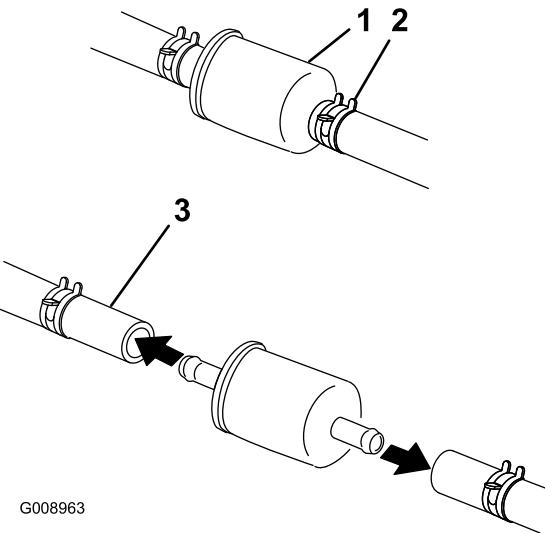

Figura 57
5. Chiudete la valvola di intercettazione del carburante sotto il sedile (Figura 57).
6. Premete le estremità delle fascette stringitubo ed allontanatele dal filtro (Figura 57).
8. Montate un nuovo filtro ed avvicinate le fascette stringitubo al filtro (Figura 57).